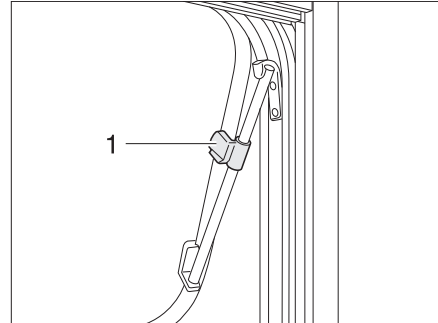

Fig. 66 Fenêtre projetante avec bras pivotants, ouverte
- Ouvrir la fenêtre projetante jusqu'à la position voulue et la bloquer avec la molette (Fig. 66,1).
- Tourner la molette (Fig. 66,1) jusqu'à ce que le dispositif de blocage soit libéré.